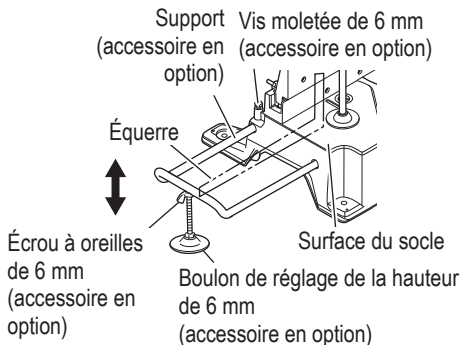

Fig. 15
- (1) Comme indiqué sur la Fig. 15, utiliser une équerre en acier pour aligner le bord supérieur des supports avec la surface du socle. Desserrer l'écrou à oreilles de 6 mm. Tourner un boulon de réglage de la hauteur de 6 mm et régler la hauteur du support.
- (2) Après le réglage, serrer fermement l'écrou à oreilles et fixer le support avec la vis papillon de 6 mm (accessoire en option). Si la longueur du boulon de réglage de la hauteur de 6 mm est insuffisante, placer une plaque mince en dessous. S'assurer que l'extrémité du boulon de réglage de la hauteur de 6 mm ne dépasse pas du support. (Fig. 15)